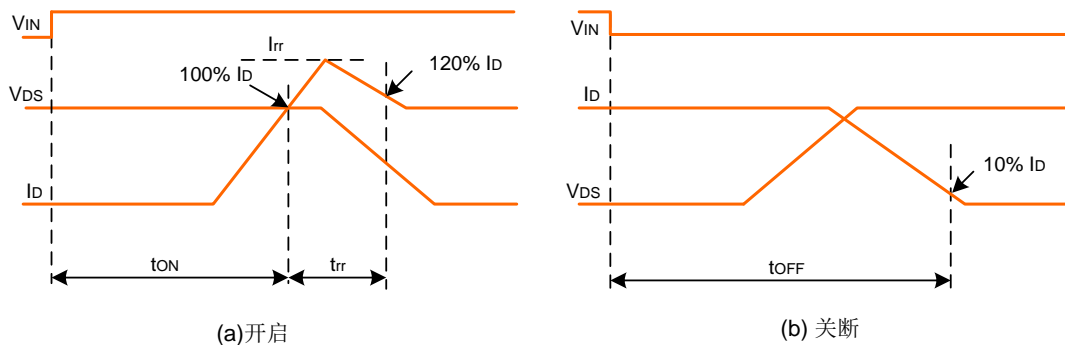
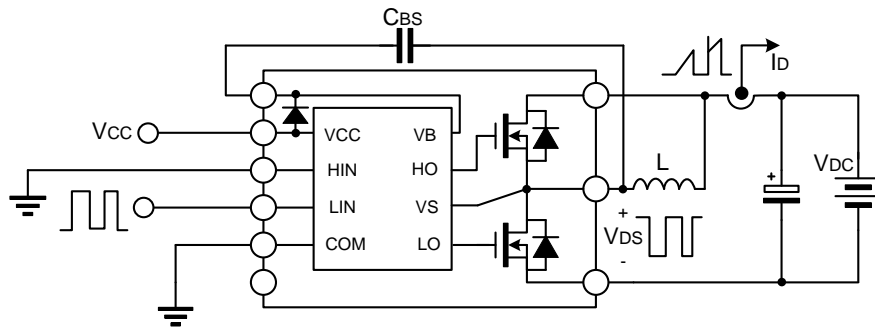

图1. 开关时间定义
图 4. 开关及 RBSOA 测试线路（低侧）
**备注3:** tON和tOFF包括内部的驱动IC的传输延迟时间。列出的值是在实验室的测试条件, 会随着应用现场不同的印刷电路板和电线的效果而不同。请参阅图1的开关时间定义和图4的开关测试电路图。
**备注4:** 在开关动作时, 每个MOSFET的尖峰电流和电压必须包含在安全工作区 (SOA) 内, RBSOA的测试线路如图4所示。